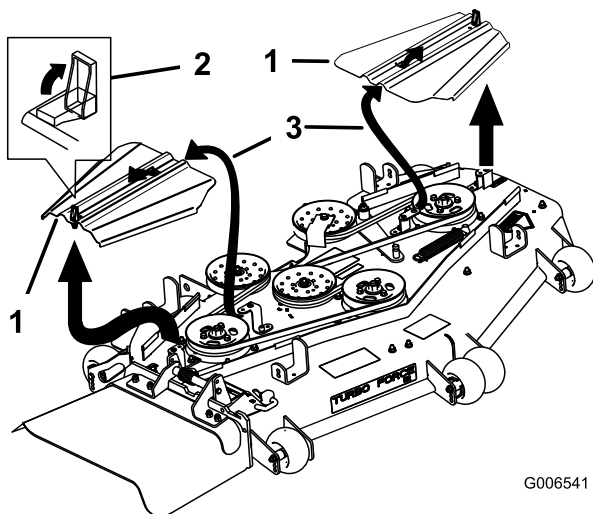

Figura 61
3. Retire las cubiertas de la correa (Figura 61).